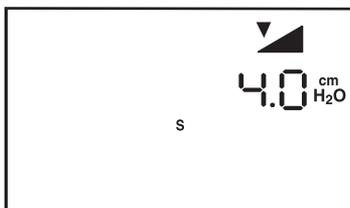

Figura 6–10 Ecrã de definição da pressão inicial da redução temporária da pressão
1. No ecrã de monitorização ou do modo em espera (standby), pressione a tecla direita do utilizador até o ecrã da definição da pressão inicial da redução temporária da pressão aparecer no visor, tal como ilustrado na Figura 6–10.